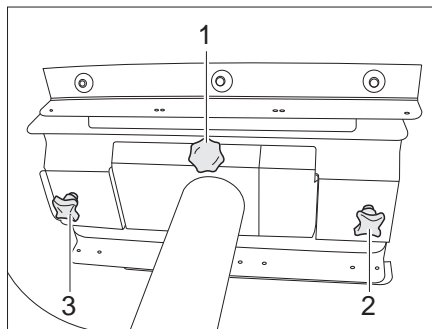

Bild 99 Fast bord (sett nedifrån)
- Lossa fästskruvarna (Bild 99,2 och 3).
- Skruva ut fästskruven (Bild 99,1) helt.
- Lossa de räfflade skruvarna (Bild 99,2 och 3).